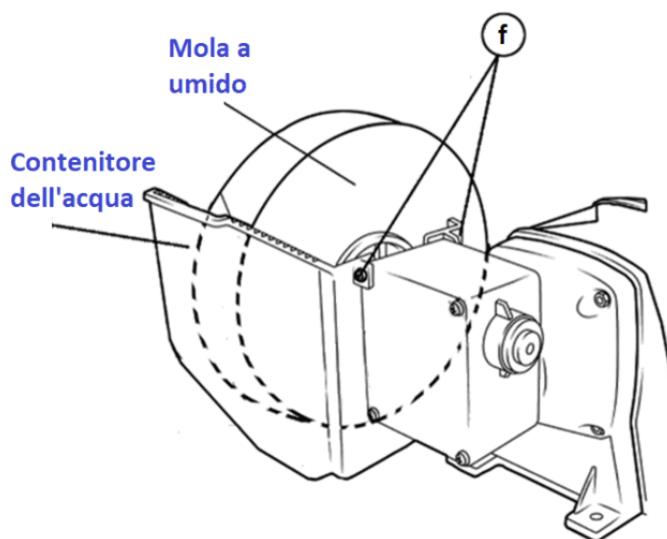

Fig. 5b
- Rimuovere il contenitore dell'acqua dalla macchina allentando le viti (f). Vedi Fig. 5b.